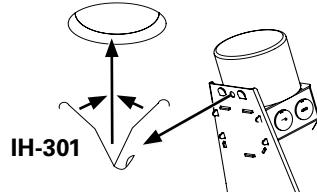

Figure 2.
2. Accrochez le remodeleur sur la troisième main par le trou du cadre de plâtre. Suspendez la troisième main par le trou du plafond (Figure 2.).